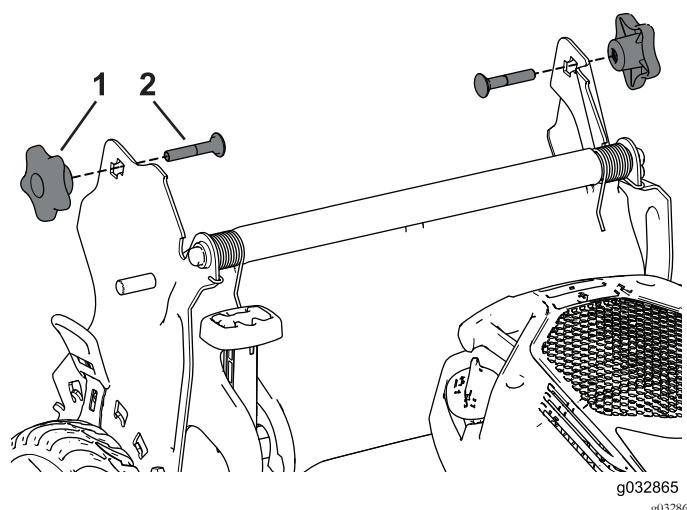

Рисунок 29
3. Вставьте каретный болт (так, чтобы головка болта была направлена внутрь) сквозь кронштейн рукоятки и в верхнее отверстие торцевой части рукоятки. Убедитесь в том, что квадратная кромка каждого каретного болта вошла в верхнее или нижнее квадратное отверстие соответствующего кронштейна рукоятки (Рисунок 29).